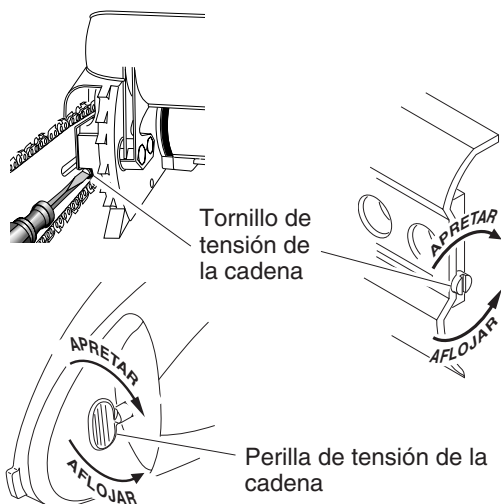

Figura 2 - Ubicación del tornillo de tensión y de la perilla de tensión de la cadena
3. Gire el tornillo de tensión de la cadena o la perilla de tensión de la cadena en sentido anti-horario para aflojar aún más la barra y la cadena (vea la Figura 2).
1. Gire el tornillo de tensión de la cadena o la perilla de tensión de la cadena en sentido anti-horario hasta que se pare. No lo fuerce más allá del tope (vea la Figura 2).